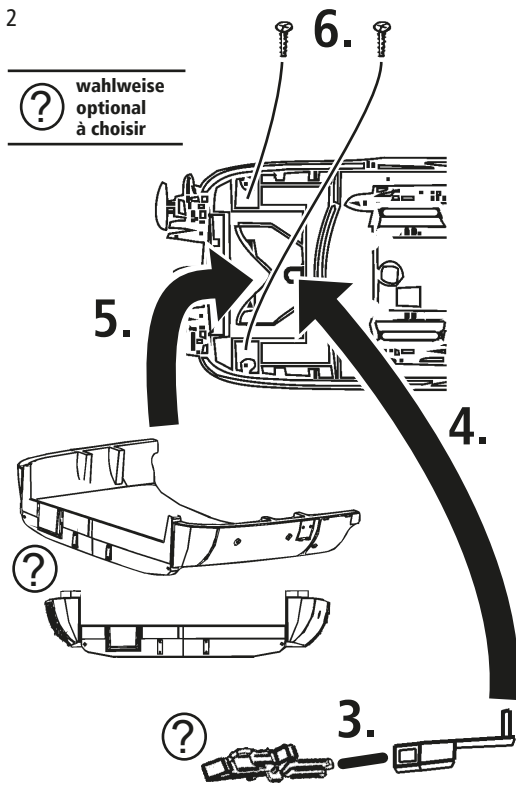

Fig. 3
Mehrzugbetrieb: Zuerst Lokgehäuse abnehmen (Fig. 3). Danach den Brückenstecker aus der Schnittstelle entfernen (diesen sorgsam aufbewahren). Danach den Stecker des Steuerbausteins lagerichtig einsetzen (siehe Fig. 4).
2. Schmierung: Versehen Sie die im Schmierplan in Fig. 5 gekennzeichneten Stellen mit nur **kleinen Öltropfen**. Dazu zuerst das Lokgehäuse abnehmen (Fig. 3). Wir empfehlen den ROCO **Öler Art.-Nr. 10906**. Fürs Schmieren der Getriebeteile (Zahnräder, Schnecke) empfehlen wir das **ROCO-Spezialfett Art.-Nr. 10905**. Im Falle der Schmierung diese Teile **nicht ölen**.
2. Lubrication: Apply **tiny oil drops** to spots marked in fig. 5. Prior to lubrication dismantle locomotive (fig. 3). We recommend using item no. **10906, ROCO oiler**. For lubrication the gearparts (e.g. cogwheels, worm) we would recommend our ROCO **special grease** (item no. **10905**).
goutte aux endroits indiqués par le plan de graissage (fig. 5) après avoir démonté la caisse de la locomotive (fig. 3). Nous vous recommandons **le graisseur à huile ROCO réf. 10906**. Pour graisser les engrenages (roues dentées, vis sans fin) nous vous conseillons la **graisse spéciale ROCO réf. 10905** pour engrenages en matières synthétiques. Lorsque vous utilisez cette graisse il faut éviter d'huiler ces composants.